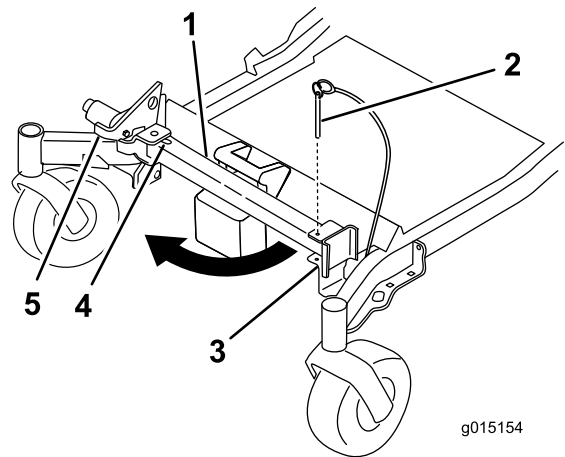
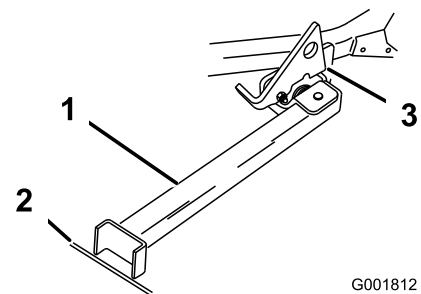

Bild 39
Bild 40
3. Heben Sie den Riegel an. Drehen Sie den Ständerfuß nach vorne heraus und schieben Sie den Ständer zur Maschine in den unteren Schlitz (Bild 39 und Bild 40).
2. Nehmen Sie den Halterungstift ab (Bild 39).
4. Stellen Sie den Fuß auf den Boden und lassen Sie den Riegel auf der Drehlasche aufliegen (Bild 40).
- Hinweis:** Stellen Sie den Ständerfuß am besten in Risse auf Gehwegen oder in der Rasenfläche (Bild 40).
6. Fahren Sie auf den Stand auf. Halten Sie an, wenn der Riegel über die Lasche in die arretierte Stellung einrastet (Bild 40). Stellen Sie nach dem Auffahren auf den Stand die Feststellbremse fest und stellen Sie den Motor aus.
5. Stellen Sie den Ständer wieder in die Ruhestellung (Bild 39).